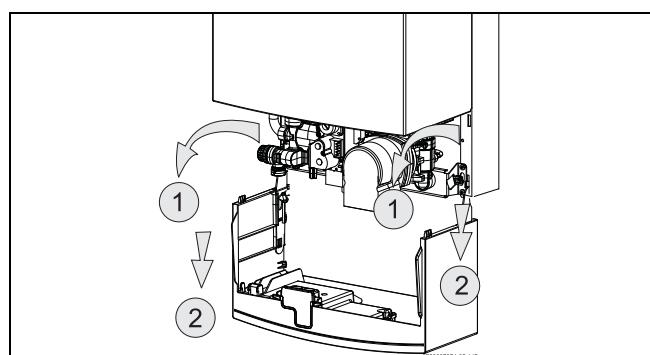

Рис. 10 Сервисное положение для доступа к системам водо- и электроснабжения
- Опустить коробку панели управления (см. рис. 10).